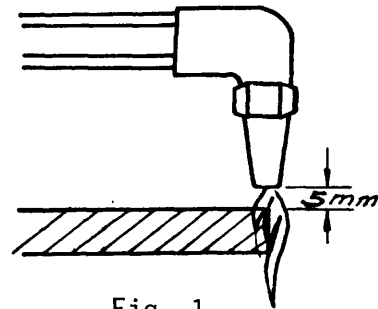

Fig. 1
- a Acerque la boquilla del soplete al extremo del trazo de corte, aproximadamente 5 mm (fig. 1).